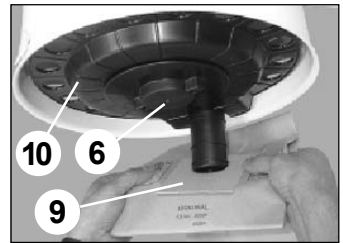

Fig. 2
C-seriens centralenheter tillverkade efter 2000 har förberetts för användning med dammpåse. Monteringssatsen för dammpåse, artikelnr 81031, kan köpas hos välsorterade återförsäljare. 81031. [Fig. 2; Ta loss dammpåsen (9), öppna fästmuttern (6) under filtret, ta bort stödet för dammpåsen [hålskivan] (10) och lösgör filtret. Detaljerade monteringsanvisningar finns i paketet med monteringsatsen.]